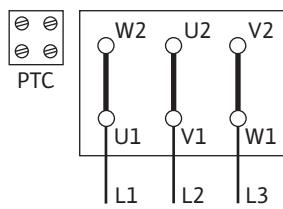
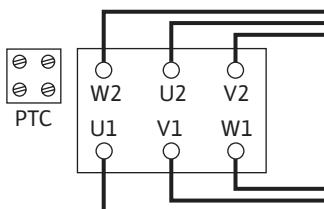

Fig. 5: Démarrage Y-Δ
Fig. 6: Couplage Δ
- L'alimentation réseau dépend de la puissance moteur P2, de la tension d'alimentation et du type de branchement. Consulter le tableau suivant ainsi que les Fig. 5 et Fig. 6 pour connaître le couplage requis des ponts de liaison dans la boîte à bornes.
| Démarrage Y-Δ (de série)                            | Retirer les ponts de liaison (Fig. 5). |
| Démarrage via le démarreur en douceur (Softstarter) | Couplage Δ (Fig. 6)                    |